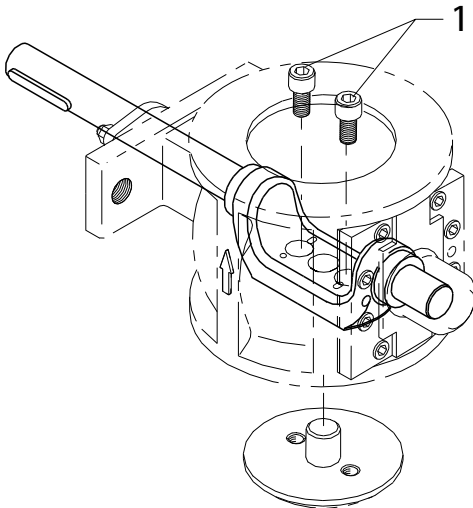

Рис. 6-12 Замена седлас DN 80-250
4. Вывернуть болты (→ Рис. 6-12/1) попеременно при помощи гаечного ключа. Проверьте поверхность шарового сегмента на наличие повреждений. Повреждения могут очень быстро разрушить новое седло. Если шаровой сегмент необходимо заменить, смотри раздел "Замена шарового сегмента" (→ Глава .6.7).